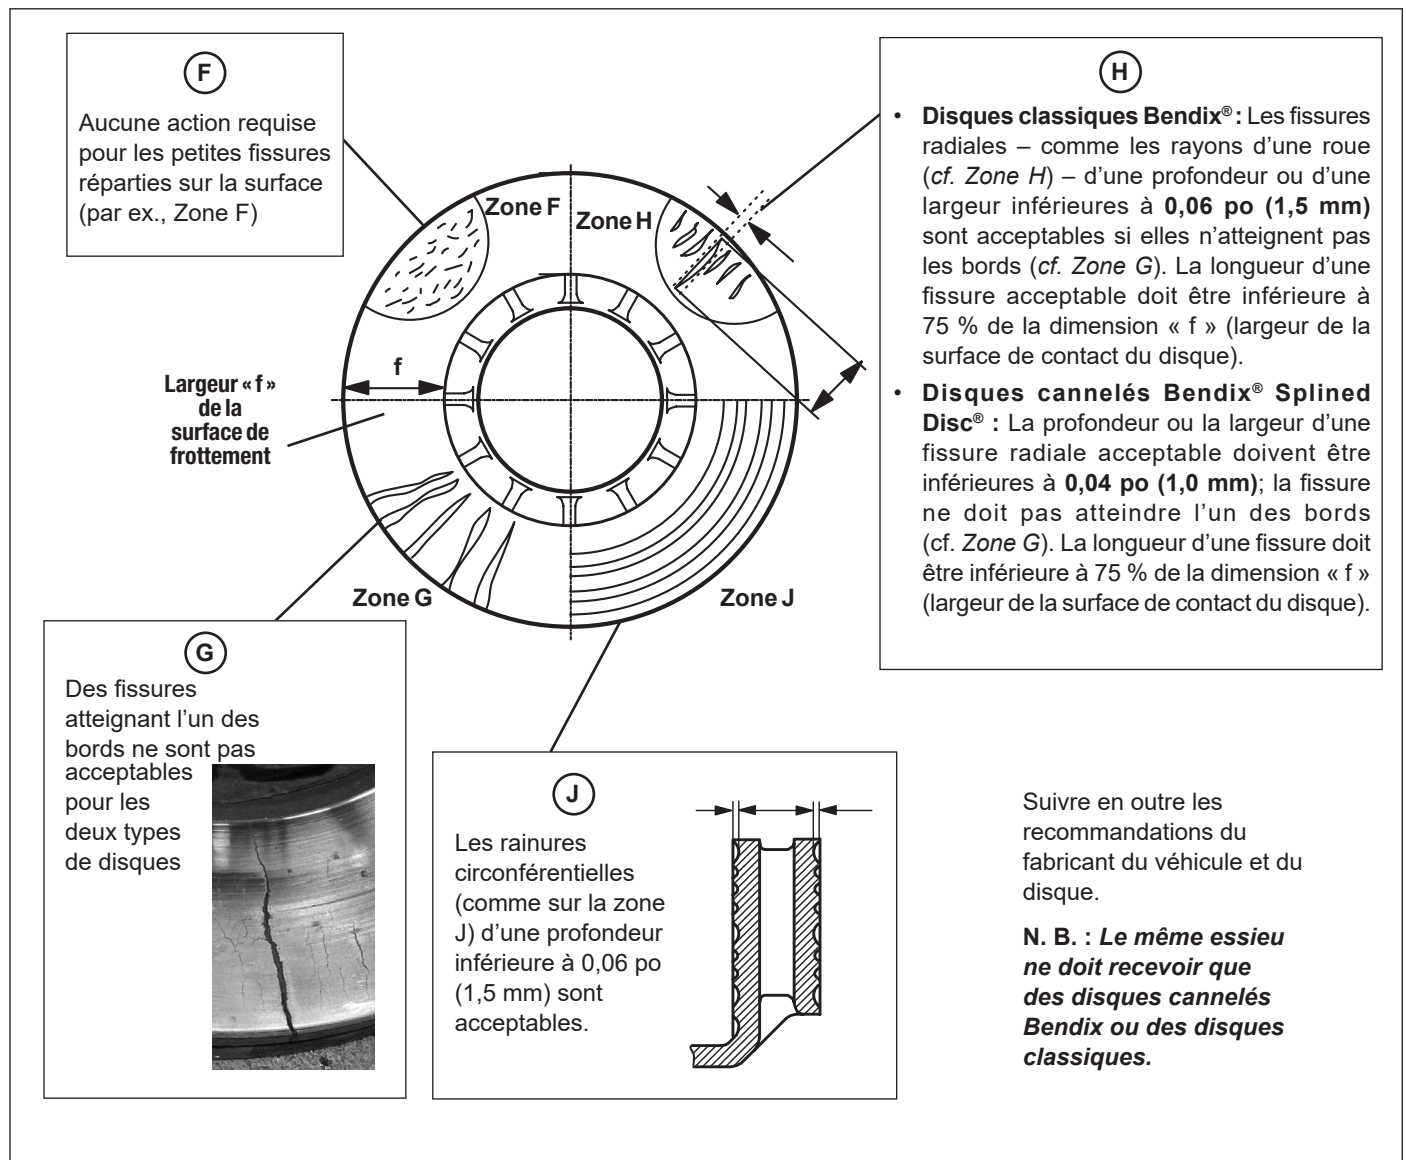

Figure 25 – Exemples de conditions du disque acceptables et non acceptables
4.4.2 Vérification de la surface du disque. Cf. Figure 25. Tenir compte du type de disque, mais aussi de la taille, de la profondeur et de la direction des imperfections.